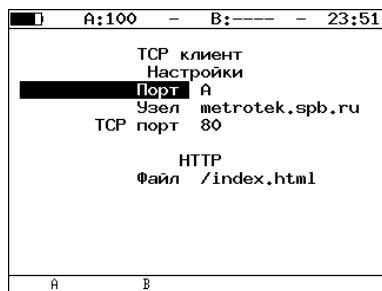

Рис. 7.69. Настройки теста «TCP-клиент»
1. В окне настроек теста в поле «Файл» (см. рис. 7.69) указать имя запрашиваемого файла.